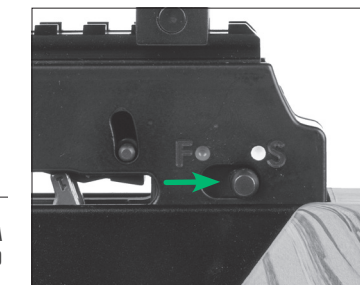

FIGURA 15
Para activar manualmente el seguro, deslice el interruptor del seguro (Parte 2) hacia atrás hasta que oiga y sienta que encaja en su lugar. Confirme que el interruptor del seguro se ha movido desde debajo de la posición (F)IRE (Fuego) y el punto rojo a debajo de la posición (S)AFE (Seguro activado) y el punto blanco, como se ilustra en la Figura 15.